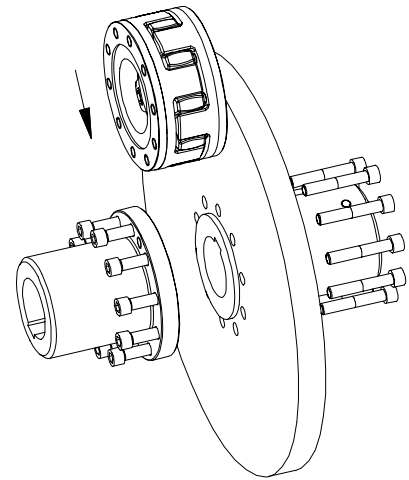

Bild 6
- Setzen Sie die zusammengesteckten Teile zwischen die Kupplungsflansche (4Nv/4Nx) (siehe Bild 6).